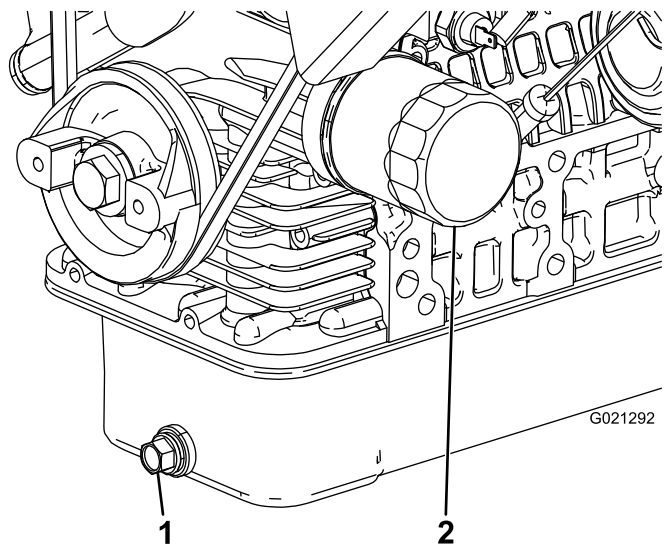

図 46
2. ドレンプラグを外してオイルを容器に受ける(図 46)。
4. オイルフィルタを外す 図 46。